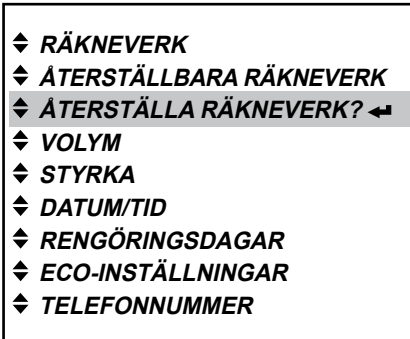

Bild 56
- Aktivera menyn «ÅTERSTÄLLA RÄKNEVERK?» i administratörsläget och tryck på Enter för att öppna den (bild 56).